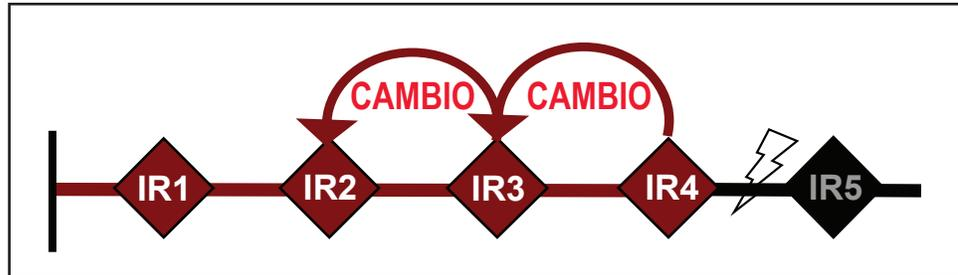

Figura 24. Falla permanente de la CEC; IR3 e IR4 detectan la falla y envían un mensaje de cambio de curva.
- Los interruptores de fallas IntelliRupter IR3 e IR4 detectan la falla y envían los mensajes de cambio de curva a sus vecinos del lado de la fuente. Vea la Figura 24 en la página 44.